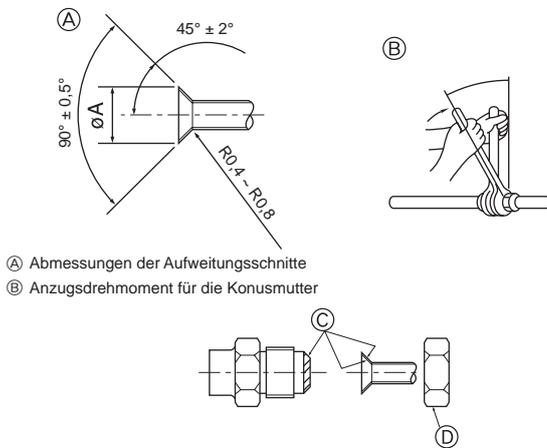

Fig. 4-1
- Vor dem Anziehen der Konusmutter eine dünne Schicht Kältemittel-Öl auf das Rohr und auf die Oberfläche des Sitzes an der Nahtstelle auftragen. Ⓐ (Fig. 4-1)
- Mit zwei Schraubenschlüsseln die Rohrleitungsanschlüsse fest anziehen. Ⓑ (Fig. 4-1)
- Tragen Sie Kältemaschinenöl auf die gesamte Konusauftragfläche auf. Ⓒ (Fig. 4-1)
- Die Konusmutter für die nachstehende Rohrgröße verwenden. Ⓓ (Fig. 4-1)
Ⓐ (Fig. 4-1)
Ⓑ (Fig. 4-1)